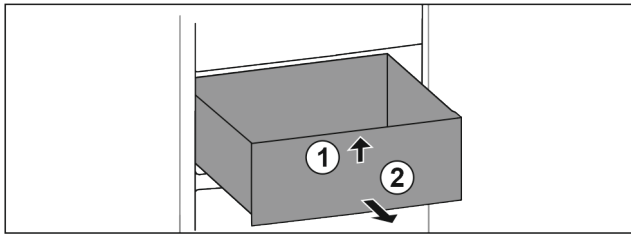

Fig. 134
- Soulever la partie avant du tiroir. Fig. 134 (1).
- Retirer le tiroir par l'avant. Fig. 134 (2)